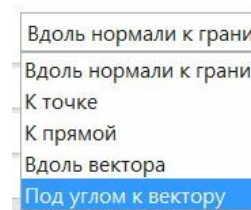

рис.89
- Но обратите внимание на разнообразие способов проецирования (рис.89).